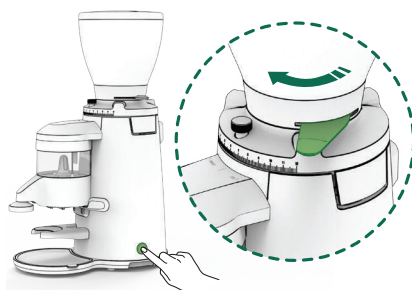

Fig. 4
Enchufar el aparato a la red, apretar el interruptor general de puesta en marcha (7) en la posición ON, y abrir el obturador de café (4) para permitir el paso del café a la cámara de molienda (Fig. 4).